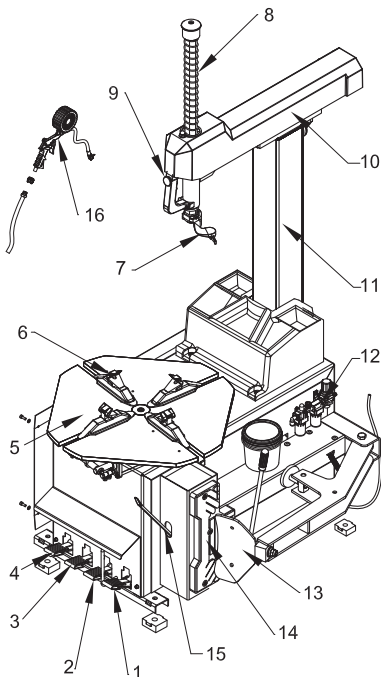

Рисунок 2 – Общий вид шиномонтажного стенда
2. Нажмите педаль вращения стола (3, рис. 2). Монтажный стол должен вращаться по часовой стрелке. Поднимите педаль. Стол должен вращаться против часовой стрелки.
3. Нажмите педаль отжима покрышки (1, рис. 2) до срабатывания лопаты отжима. При отпускании педали она должна вернуться в исходное положение.
4. Нажмите педаль зажима кулачков (2, рис. 2) для разведения кулачков. При повторном нажатии на педаль кулачки сходятся.
5. Нажмите на спусковой крючок на пистолете накачки для выпуска воздуха из наконечника (16, рис. 2).
2. Установите колесо на монтажный стол (5, рис. 2).
- Поместите четыре кулачка (6, рис. 2) в положение, отмеченное маркировкой на столике, выжимая до половины вниз педаль зажима (2, рис. 2).
4. Опустите штангу (8, рис. 2), пока монтажная головка (7, рис. 2) не окажется рядом с ободом над колесом. При помощи блокировки зафиксируйте положение штанги.
6. Поднимите закраину (рис. 6) Поднимите закраину покрышки на носик монтажной головки. Для этого вставьте монтажную лопатку между закраиной шины и носиком монтажной головки, затем приподнимите педаль вращения стола (3, рис. 2).
7. Удерживая монтажную лопатку (15, рис. 2) в нужном положении, вращайте стол по часовой стрелке, полностью выжав педаль вращения стола. Продолжайте, пока шина полностью не отделится от обода.
3. Зафиксируйте обод колеса при помощи внутренних частей кулачков (6, рис. 2).
Замечание: Если вы работаете с ободами одного и того же размера, нет необходимости постоянно фиксировать и освобождать штангу. Вместо этого сдвиньте в сторону консоль (10, рис. 2) с зафиксированной штангой (8, рис. 2).
1. Чтобы накачать шину, вставьте наконечник пистолета для накачки (16 рис. 2) в сосок шины при положении запирающего рычажка «UP» («вверх»). Убедитесь, что сопло плотно обхватывает сосок.